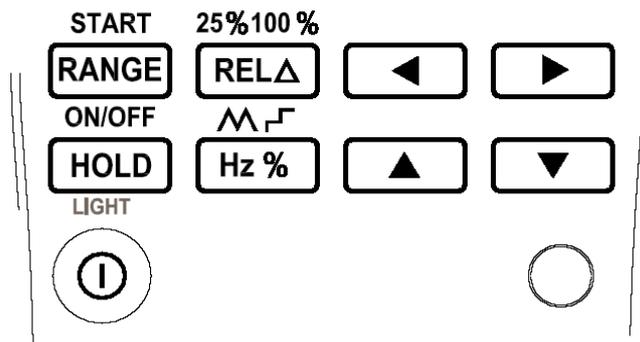

Рисунок 5. Функциональные кнопки
- Рис. 5 и Таблица 5 описывают функции кнопок.